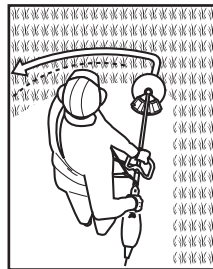

Fig. 24
3. Fii atent în mod special când lucrezi în apropierea copacilor și a tufșurilor. Capul de tăiere poate deteriora scoarța sensibilă și stâlpii gardurilor (Fig. 24).